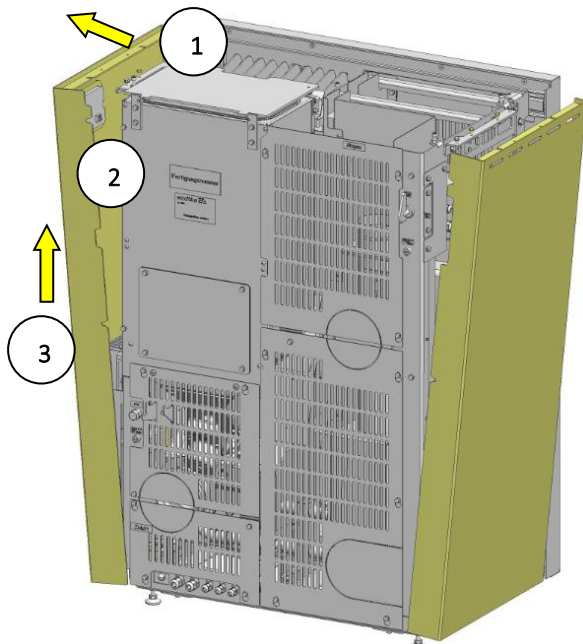

Abb. 19 Demontage Seitenverkleidung
2. Rechte Seitenverkleidung vorsichtig nach rechts wegklappen (Abb. 19) und das Displaykabel auf der Rückseite des Displays lösen (2. Abb. 19). Die Seitenverkleidung nach oben entnehmen (3. Abb. 19) und vorsichtig auf einer kratzfesten, weichen Unterlage ablegen.